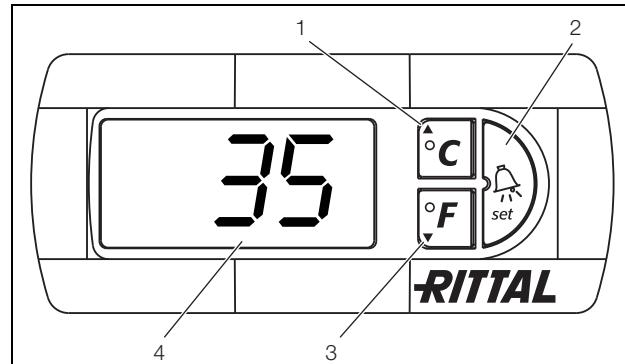

Imagen 30: Controlador e-Confort
El refrigerador trabaja de forma automática, es decir, después de la conexión de la fuente de alimentación el ventilador del evaporador (ver imagen 3) funciona continuamente y hace circular el aire interior del armario de forma permanente. El controlador e-Confort regula el compresor y el ventilador del condensador. El controlador e-Confort dispone de una indicación de 7 segmentos (imagen 30). En esta se muestra, tras la conexión de la fuente de alimentación, durante aprox. 2 segundos la versión actual del software, así como la activación del modo Eco. A continuación una opción preajustada (por ej. t10) o bien la temperatura.
La programación del equipo se realiza a través de las teclas 1 – 3 (imagen 30). Los parámetros también aparecen en la indicación.
- Presione simultáneamente las teclas 1 y 2 (imagen 30) durante 5 segundos mÍn.
Con las teclas 1, 2 y 3 (imagen 30) puede modificar 24 parámetros dentro de los niveles preestablecidos (valor mÍn., valor máx.).